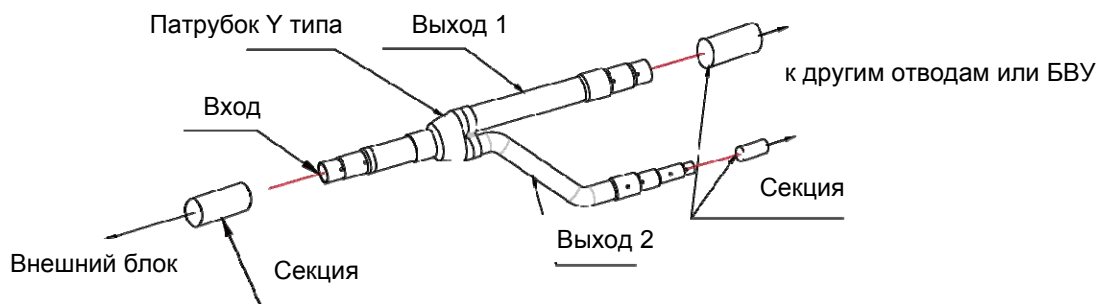

Рис. 20
(2) Отвод Y-типа имеет несколько секций труб с разными размерами, что облегчает их соответствие различным медным трубам. Используйте труборез, чтобы отрезать середину секции трубы соответствующего размера и удалить заусенцы. Смотрите Рис. 20
(3) Отвод Y-типа должен быть установлен вертикально или горизонтально.